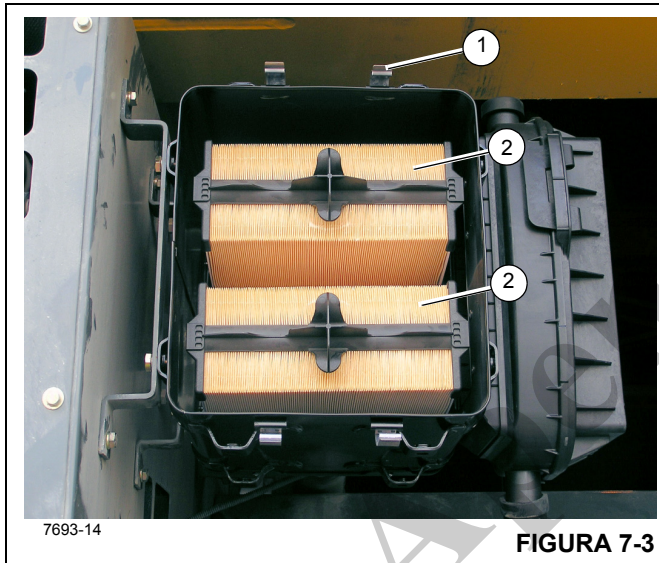

FIGURA 7-3
O sistema de admissão do ar (Figura 7-3) controla a qualidade e a quantidade do ar disponível para a combustão. Os componentes do sistema são o Purificador de ar, Turbocompressor, Resfriador do turbocompressor e Cabeçote do cilindro. O ar de admissão é puxado através do Purificador de ar, comprimido e aquecido no lado do compressor do Turbocompressor. O ar é empurrado através do Radiador de ar para o Coletor de admissão de ar. O resfriamento do ar de admissão aumenta a eficiência da combustão, reduz o consumo de combustível e aumenta a potência. O ar é forçado na cabeça do cilindro para abastecer as entradas de admissão. O fluxo de ar da entrada de admissão para o cilindro é controlado pelas válvulas de admissão.
O Purificador de ar é do tipo seco, com um elemento substituível, e está localizado no para-lama traseiro direito. Um indicador de manutenção (4) (Figura 7-3), projetado para indicar em vermelho quando a manutenção é necessária, está instalado no corpo do purificador de ar.
Um indicador de serviço (Figura 7-3) fixado na carcaça do purificador de ar informará quando o filtro deve ser limpo. Zere o medidor sempre que for feita manutenção no purificador de ar. Se houver suspeita de imprecisão do medidor, um manômetro de água é o método mais preciso e confiável de medir o vácuo.
1. Levante as presilhas (1) (Figura 7-3) que fixam a tampa ao corpo do purificador de ar e remova a tampa.